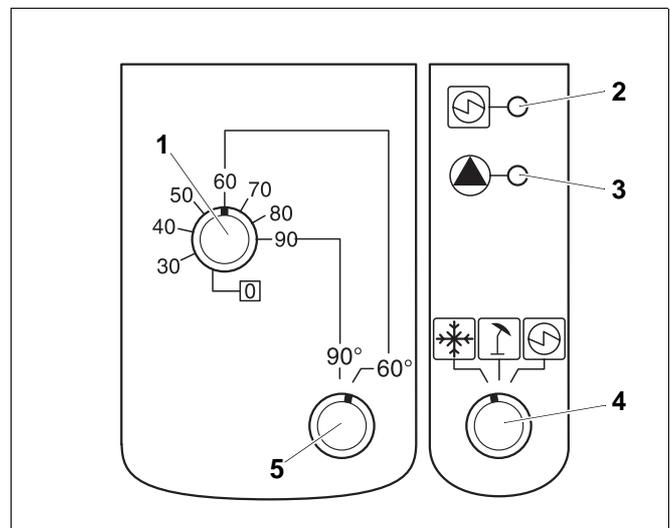

Abb. 1 Modul ZM 428
- Mit dem Warmwassertemperaturregler (Abb. 1, **Pos. 1**) stellen Sie die gewünschte Warmwassertemperatur ein.
Durch den Wahlschalter (Abb. 1, **Pos. 5**) kann die maximale Warmwassertemperatur auf 60 °C begrenzt werden (Werkseinstellung).
- Die LED-Anzeige (Abb. 1, **Pos. 3**) zeigt den Betrieb der Pumpe an. Die Pumpe läuft nach Erreichen des eingestellten Warmwassersollwertes 3 Minuten nach.
- Mit dem Wahlschalter (Abb. 1, **Pos. 4**) kann die Betriebsweise eingestellt werden.
- Mit dem Wahlschalter (Abb. 1, **Pos. 4**) auf Stellung  ist eine Warmwassererwärmung ohne Raumheizung möglich (Kesselbetrieb).
- Mit dem Wahlschalter (Abb. 1, **Pos. 4**) auf Stellung  ist die Regelung für den Heizkesselbetrieb abgeschaltet.
Die Ansteuerung für Elektroheizbetrieb ist aktiviert, es ist keine gleichzeitige Beheizung über den Heizkessel möglich. Dieser Betriebszustand wird durch die LED (Abb. 1, **Pos. 2**) angezeigt.